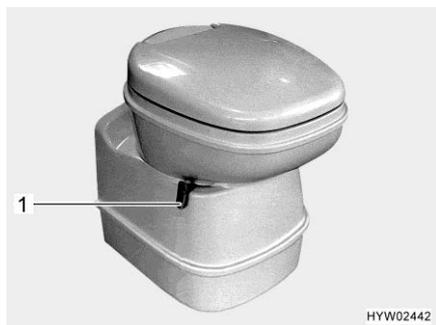
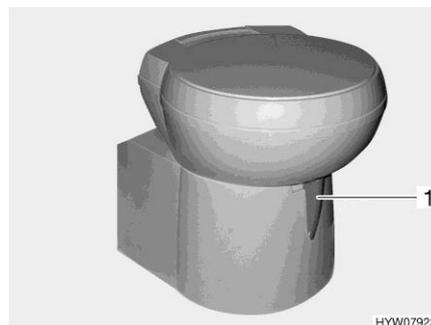

Fig. 206 Taza del inodoro Thetford, basculable
Fig. 207 Taza del inodoro Thetford, basculable (alternativa)
- Antes del lavado, abrir la corredera del inodoro Thetford. Para ello, empujar la palanca de corredera (Fig. 206,1 ó Fig. 207,1) en sentido contrario a las agujas del reloj.